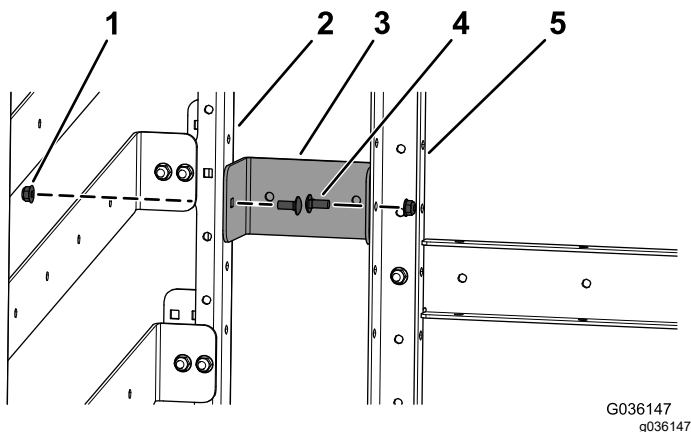
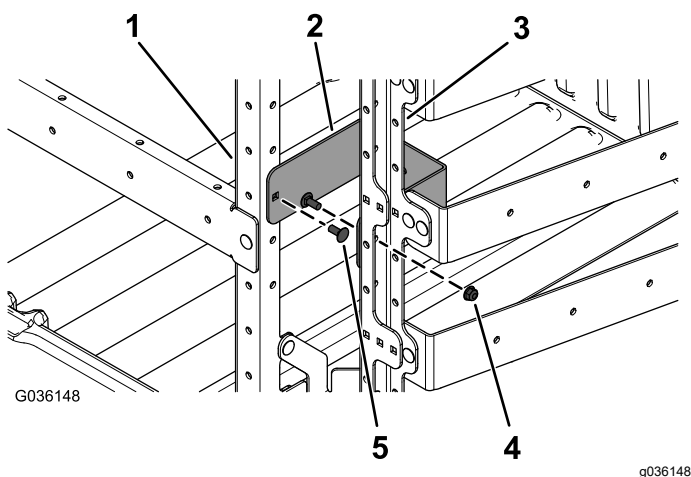

Figura 10
Figura 11
9. Instale a montagem do extintor **ou** o suporte da ferramenta de corte ao suporte da estrutura vertical lateral e frontal com dois parafusos de carroçaria (5/16 x 3/4 pol.) e duas porcas flangeadas (5/16 pol.) como se mostra na Figura 10 ou Figura 11.